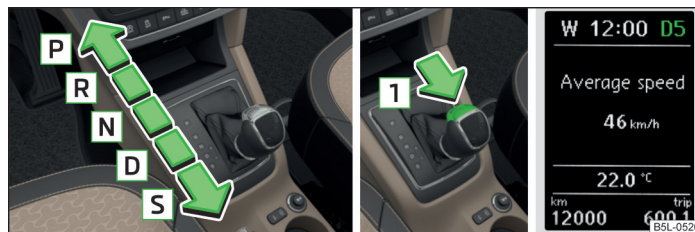

Fig. 110 Palanca selectora / tecla de bloqueo / indicador de pantalla
Con el encendido conectado se ve el modo de cambio de marcha, así como la marcha acoplada actual en la pantalla » fig. 110.
Con la palanca selectora se pueden poner los siguientes modos » fig. 110.
1 » fig. 110.
Antes de poner el modo **S** desde el modo **D**, debe pulsarse la tecla de bloqueo en el sentido de la flecha **1** » fig. 110.
La palanca selectora se suelta accionando el pedal de freno y pulsando a la vez la tecla de bloqueo en el sentido de la flecha **1** » fig. 110.
En la pantalla » fig. 110 de la página 135 se muestra la marcha acoplada.
- » Pulse la tecla de bloqueo en el sentido de la flecha **1** » fig. 110 de la página 135 y manténgala pulsada.
- Pulse la tecla de bloqueo en el sentido de la flecha **1** » fig. 110 de la página 135 y manténgala pulsada.